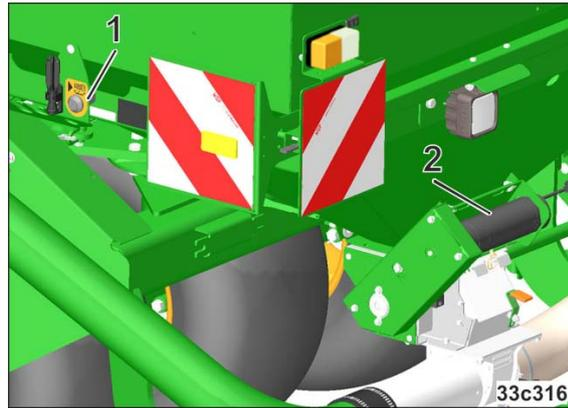

Fig. 59
- o Abdrehtaster (Fig. 59/1)
- o Dosierantrieb (Fig. 59/2)